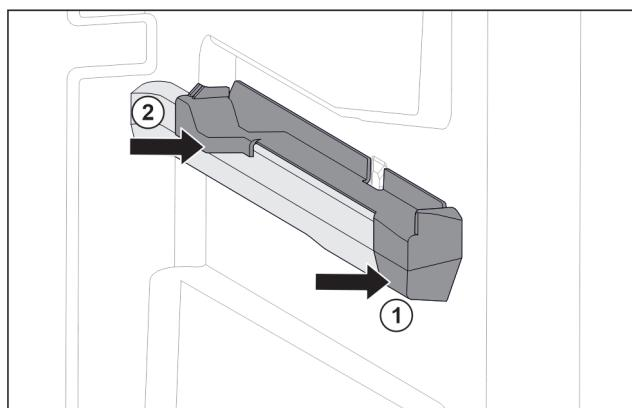

Fig. 94 Násuvný diel na pravom rebre nádoby
- Nasadte násuvný diel vpriedu na rebro nádoby. Fig. 94 (1)
- Pritisnite násuvný diel vzadu. Fig. 94 (2)